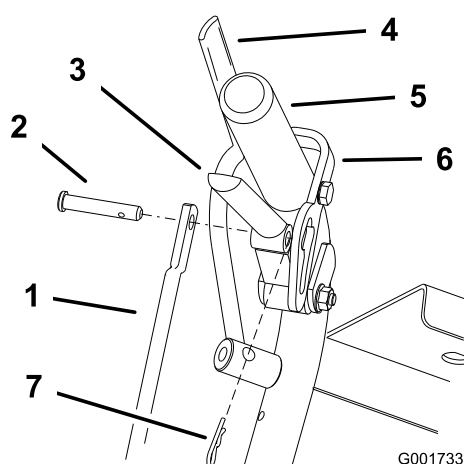

Figure 39
1. Ajustez la longueur de la tige en relâchant le levier de déplacement et en enlevant la goupille fendue et l'axe de chape. Tournez la tige dans la fixation (Figure 39).
4. Placez l'axe de chape dans le levier de déplacement (Figure 39).
6. Placez la goupille fendue entre les leviers de déplacement et les verrous de point mort, et dans les axes de chape (Figure 39).